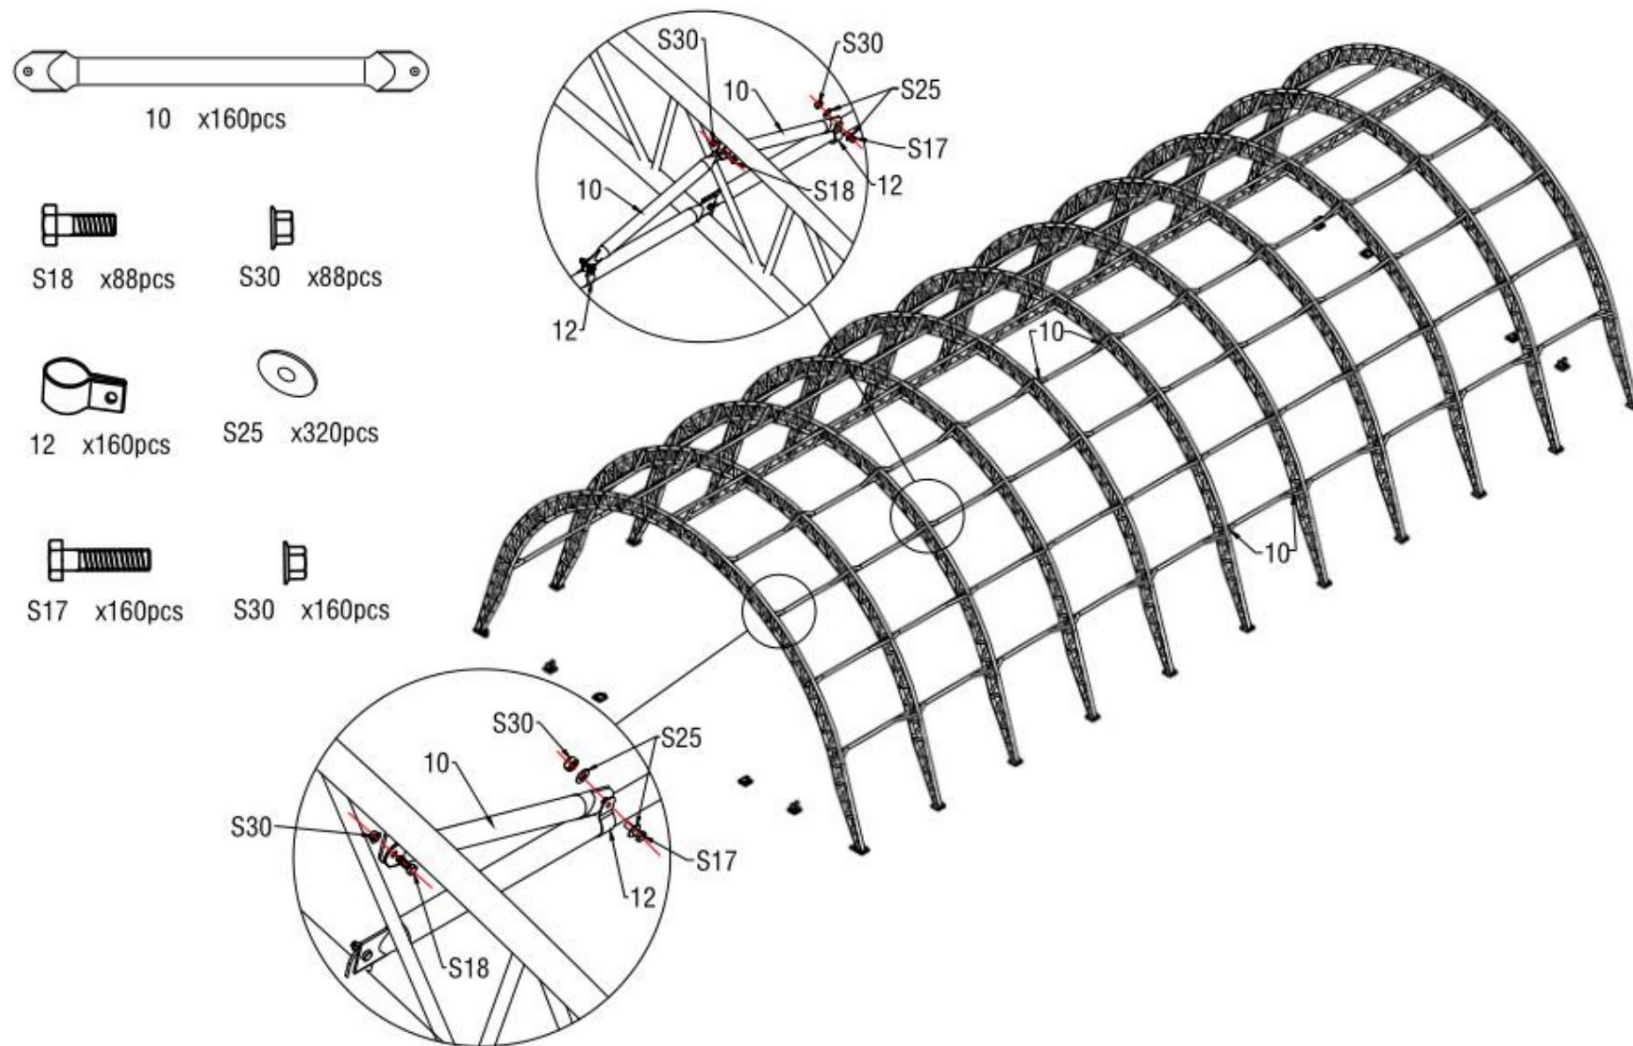

Figure 9
5. Fixez les clips (n° 12) sur les pannes (n° 9) et installez le tube de support diagonal pour panne (n° 10) sur les clips, comme illustré à la figure 9. Connectez le tube de support diagonal pour panne (n° 10) entre le cadre de l'arche et la panne (n° 9) à l'aide de vis M10x30 (n° S18) et M10x50 (n° S17) avec une rondelle plate M10 (n° S25).